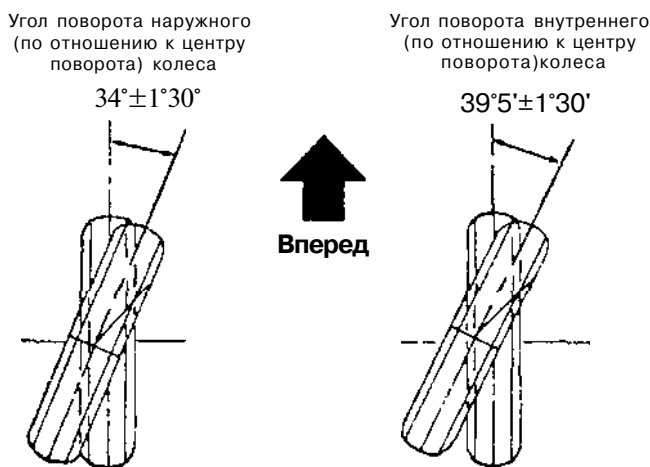

Рис. 6.23.
Повернув рулевое колесо до упора направо, провести на опорной поверхности новые положения линий, лежащих в плоскостях вращения управляемых колес (рис. 6.23).
Измерить углы поворота управляемых колес и соответственно сравнить их с указанными на рис. 6.23;
- если углы поворота управляемых колес отличаются от рекомендуемых (рис. 6.23), это означает, что нарушена работа рулевого привода. Следует устранить неправильность его сборки или регулировки (см. 6.1).